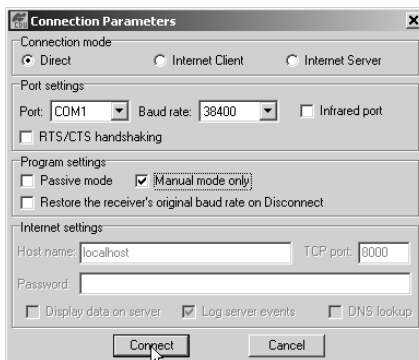

Figura 2-35. Parámetros de Conexión – Sólo Modo Manual
16. En la pantalla Connection Parameters (Parámetros de Conexión), seleccione una velocidad de transferencia en baudios de 38400 y habilite la casilla de verificación Manual mode only (Sólo modo manual) (Figura 2-35), después haga clic en **Connect (Conectar)**.